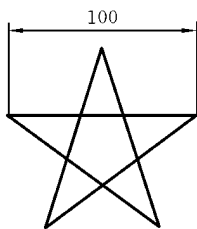

图 2.20 五角星
1. 使用“直线”命令,绘制图 2.20 所示的五角星。操作中使用正交、极轴、对象捕捉或使用极坐标。